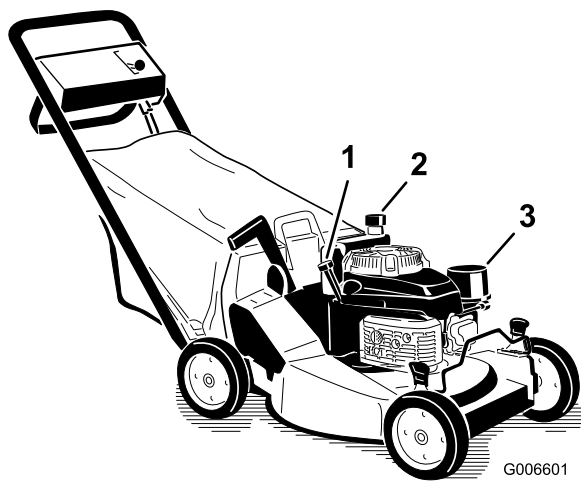

Figura 10
1. Limpie alrededor del tapón del depósito de combustible (Figura 10).